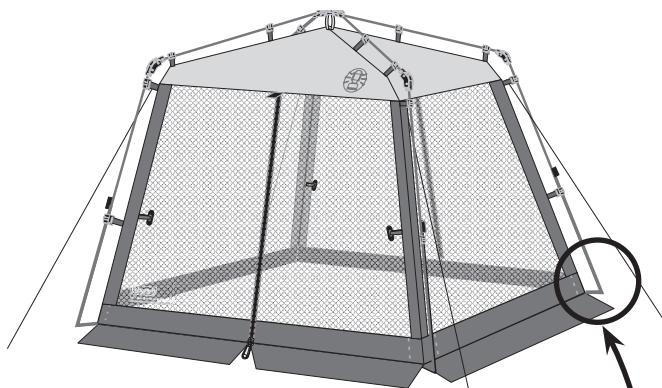
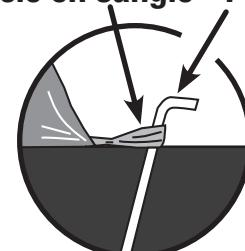

Fig. 5
Fig. 6
- Immobilisez la tente en enfoncez les piquets passés dans les boucles en sangle qui sont cousues au bas de la tente. (Fig. 5 and Fig. 6)